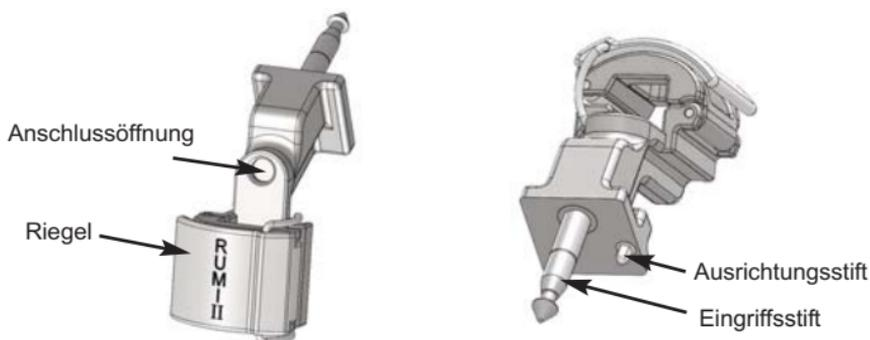

Abb. 1. RUMI® II Adapter
2. Führen Sie den Eingriffsstift des Adapters (Abb. 1) bis zum sicheren Eingriff in die entsprechende Öffnung am UPS-Arm ein. Richten Sie den Adapter mit Hilfe des Ausrichtungsstifts richtig aus.